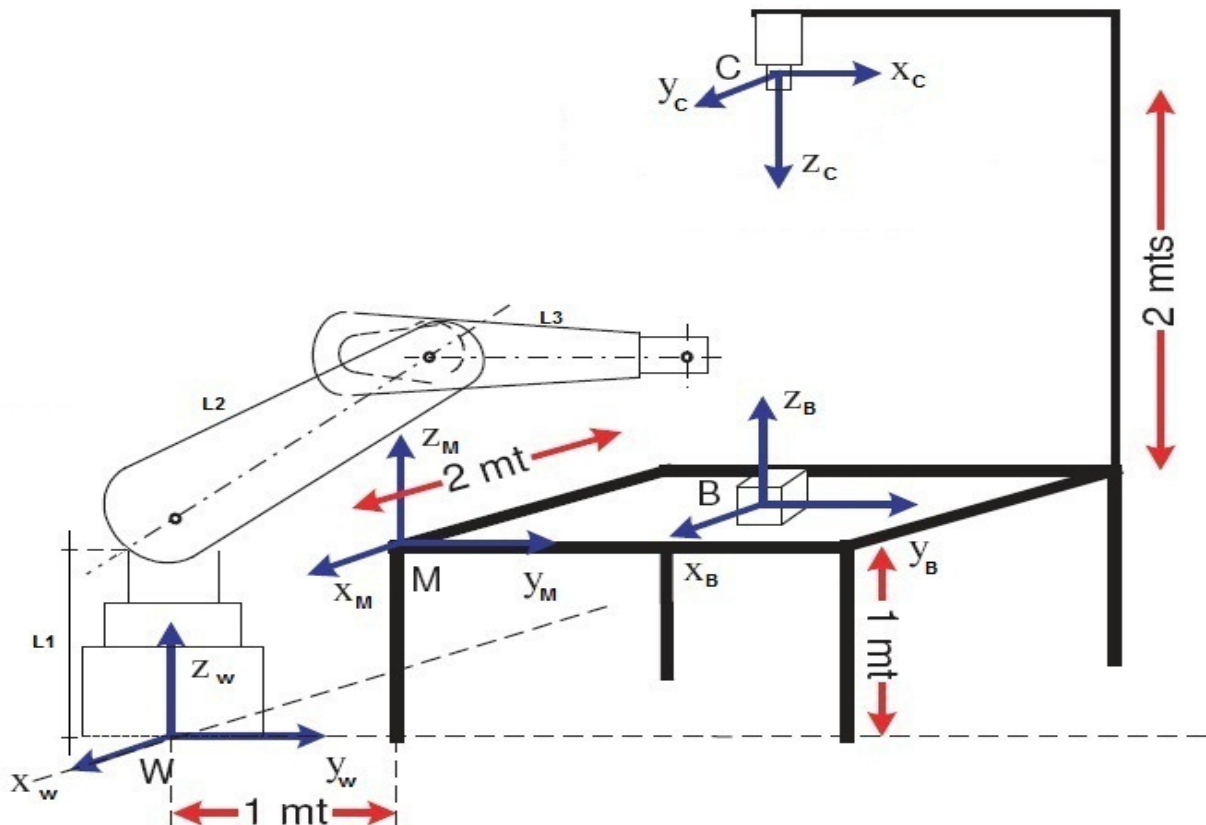

Figura 1.
1. **(25 Puntos)** Un robot PRR esta localizado a 1 metro de una mesa que tiene sus patas sobre el eje  $y_w$  como se muestra en la Figura 1. La mesa esta a 1 metro de alto y tiene 2 metros por lado. El sistema coordenado M, esta fijo a la orilla de la mesa como se ve en la figura. Se tiene un cubo de 20cm de lado, al cual se le asigna un sistema coordenado B, exactamente en una esquina. Dicha esquina se coloca en el centro de la mesa. Una camara se coloca directamente sobre el eje  $z_B$  asignado al cubo, 2 metros por encima de la superficie de la mesa y se le asigna el sistema coordenado C. Las dimensiones de los eslabones son:  $L_1= 2.0m$ ,  $L_2=1.5m$  y  $L_3=1m$